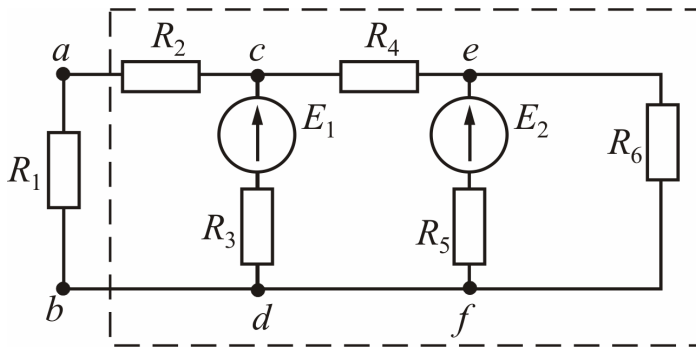
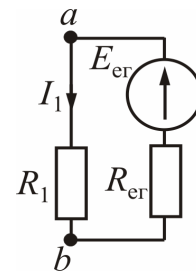

Рисунок 1.12
Рисунок 1.13
Визначити струм  $I_1$  у вітці з опором  $R_1$  в електричному колі, яке зображено на рис. 1.12, якщо  $E_1 = 120 \text{ В}$ ;  $E_2 = 60 \text{ В}$ ;  $R_1 = 8 \text{ Ом}$ ;  $R_2 = 5 \text{ Ом}$ ;  $R_3 = 4 \text{ Ом}$ ;  $R_4 = 6 \text{ Ом}$ ;  $R_5 = 10 \text{ Ом}$ ;  $R_6 = 15 \text{ Ом}$ .
**Розв'язання.** Електричне коло без ділянки кола з опором  $R_1$  замінюємо еквівалентним генератором (на рис. 1.12 обведений штриховою лінією). Еквівалентний генератор (рис. 1.13) характеризується величиною ЕРС (ЕРС еквівалентного генератора  $E_{\text{ер}}$ ) і внутрішнім (еквівалентним опором)  $R_{\text{ер}}$ .